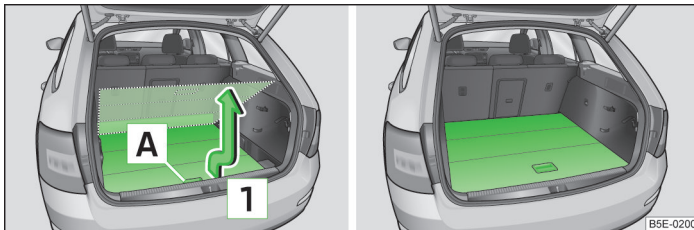

Abb. 95 Obere Position des variablen Ladebodens einstellen / variabler Ladeboden in oberer Position
- › Den hinteren Teil des variablen Ladebodens am Griff **A** » Abb. 95 fassen.